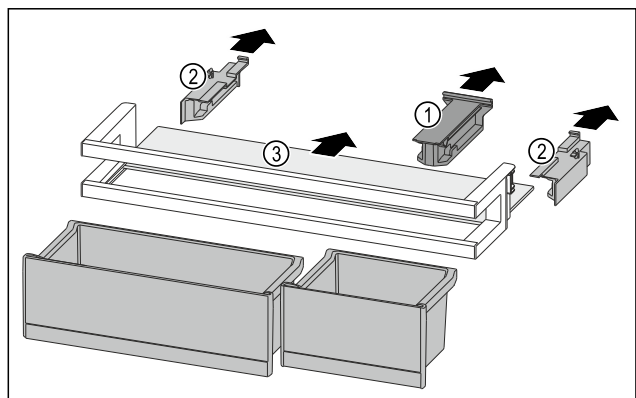

Fig. 92
- ▶ Витягніть кріпильний елемент Fig. 92 (1).
- ▶ Витягніть бічні елементи Fig. 92 (2).
- ▶ Дістаньте полицю Fig. 92 (3).